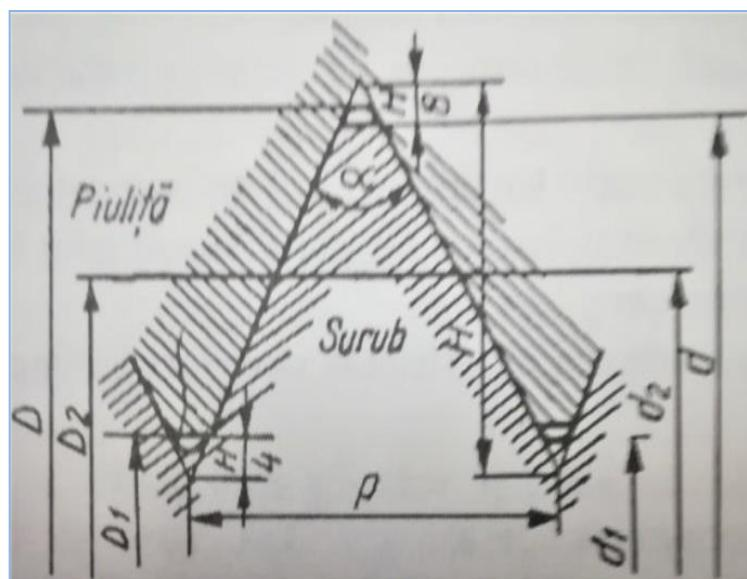

Figura 3
b. Comparați elementele geometrice ale filetului reprezentat în Figura 3, cu cele ale piesei selectate și notați caracteristicile elementelor geometrice ale filetului în Tabelul 1.